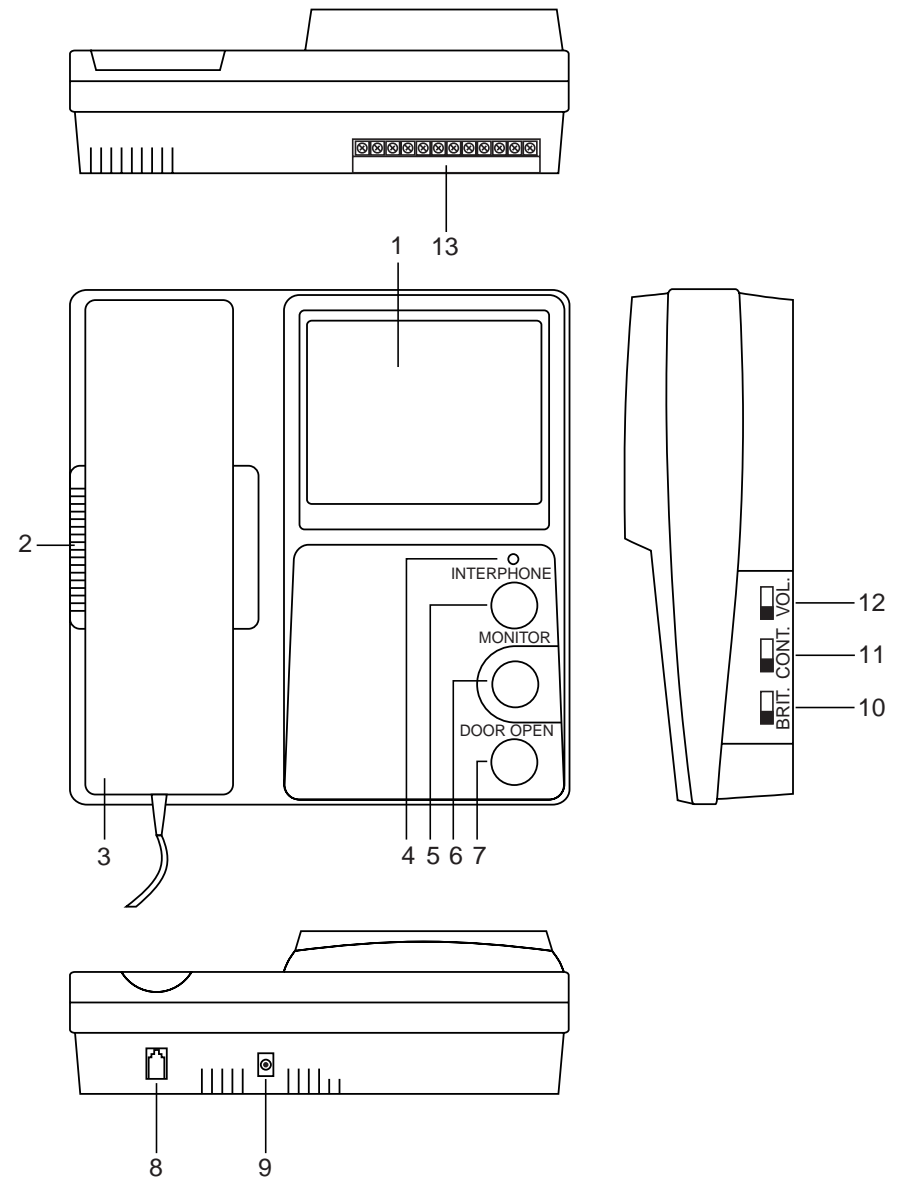

Bild 1
*Abbildung 1 hierzu auf Ausklappseite vorne!*